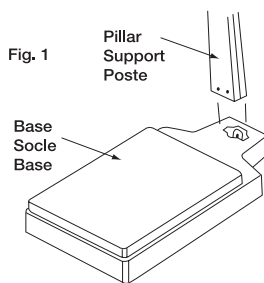

Fig. 1
- 1 Place column onto base brackets. Use 6 Phillips screws provided to attach pillar to base. NOTE: lead all screws (4 in back and two in front) and straighten column before tightening (See Fig 1)
- 1 Insérer le montant dans le support de la base. Fixer le montant à la base à l'aide des vis Phillips incluses. NOTER : placer toutes les vis (4 à l'arrière et 2 à l'avant) et redresser le montant avant de serrer. (Voir Fig 1)
- 1 Coloque la columna sobre los soportes de la base. Use los 6 tornillos Phillips provistos para afirmar el pilar a la base. NOTA: guíe todos los tornillos (4 en la parte trasera y dos adelante) y enderece la columna antes de ajustarlos (Ver la Fig 1).